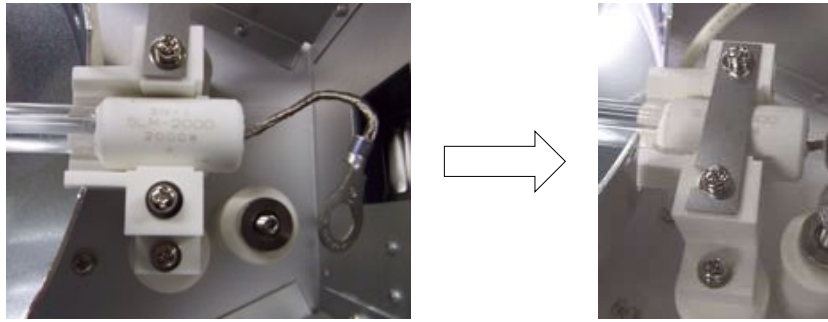

図 6-4 ランプの装着
- ① 交換するランプ口金部の溝を灯体ランプホルターに合わせてランプを取付けます。(図 6-4 参照)